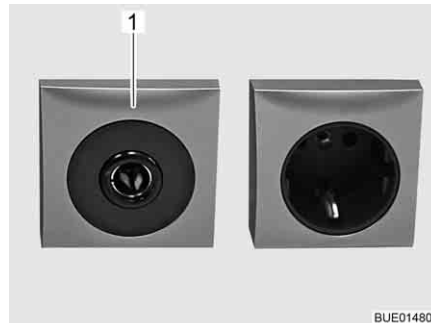

Fig. 168 Prise de courant 12 V/10 A
- ▷ Ne brancher aux prises de courant (Fig. 168,1) du réseau de bord 12 V que des appareils de maximum 10 A.